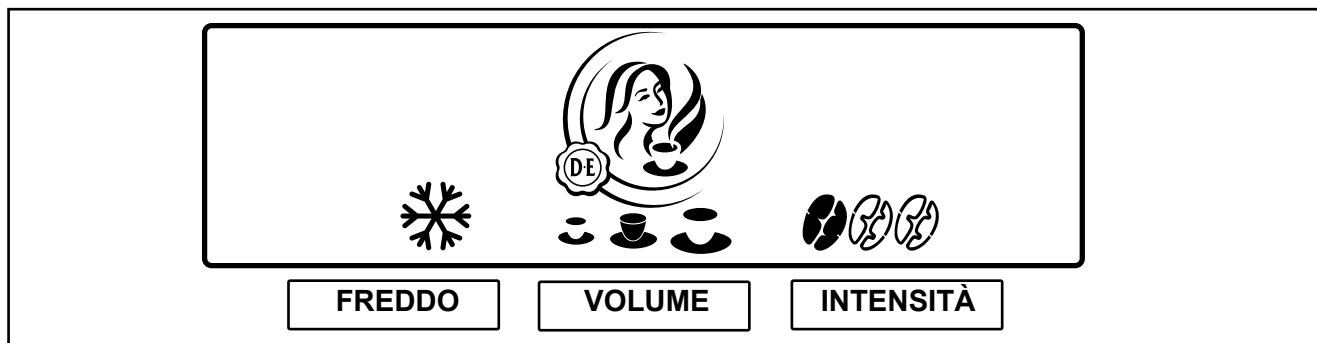

Fig. 15
L'apparecchio dispone anche di possibilità di preselezione. Al momento dell'installazione il tecnico di servizio eventualmente ha attivato una di queste possibilità di preselezione. Se si scelgono i tasti di preselezione, sul display verranno visualizzate le seguenti possibilità di scelta (fig. 15):
2. Premere il tasto di preselezione „**FREDDO**“, per attivare questa preselezione. Viene visualizzato il simbolo del freddo (fig. 15).
2. Premere il tasto di preselezione „**VOLUME**“, per attivare questa preselezione. Vengono visualizzati tre simboli della tazza (piccola - medio - grande) (fig. 15).